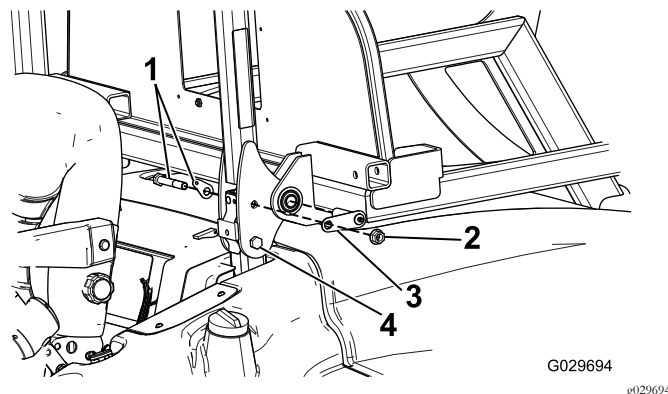

Figura 4
2. No outro lado da barra de segurança, instale um parafuso e uma porca fornecidos no kit nos furos em vez do pino (Figura 4).
articulação a partir do lado inferior da barra, mas não instale ainda a porca (Figura 4).
5. Mova a estrutura de suporte para cima para o suporte da barra de segurança e prenda-a utilizando o pino com aba através do furo traseiro no suporte (Figura 4).
6. Prenda o parafuso de articulação e pino com aba utilizando a porca que removeu previamente (Figura 4).
5. Retire a porca e pinos com aba de cada lado da barra de segurança (Figura 4).